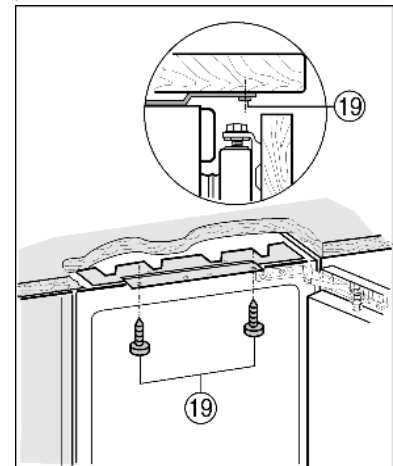

Fig. 15
- ▶ Прикрутіть довгими гвинтами-конфермантами Fig. 15 (19) вгорі.